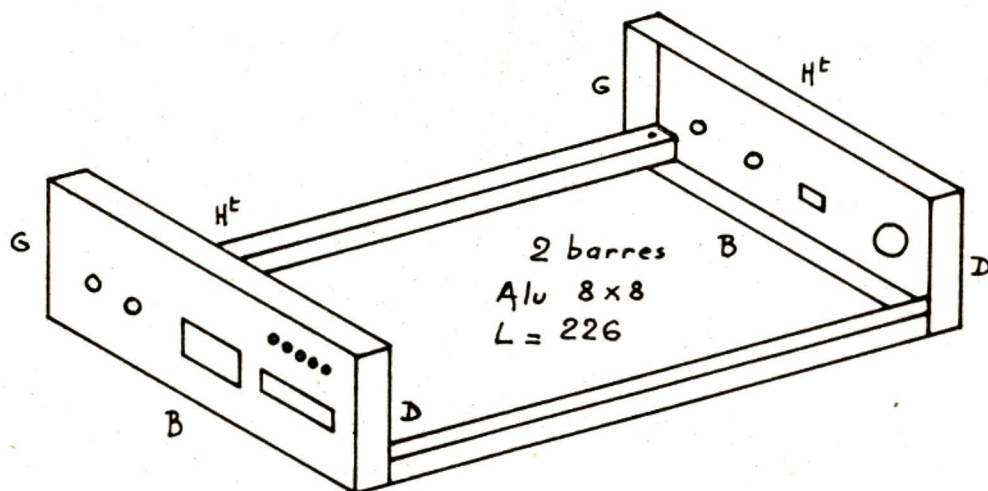

Fig. 5. — Le boîtier. Faces avant et arrière (alu 15/10). Liaisons des faces avec 2 règles.
Les deux faces sont confectionnées en tôle d'aluminium de l'épaisseur de celle qui a servi à la réalisation du DMV2. La figure 5 donne les cotes de traçage vues de l'in-
- Prendre un P₁₆ de Radiohm, à axe plastique de 4 mm. C'est un modèle courant. Toutefois la hauteur du modèle à picots pour CI est supérieure à celle du P₁₁. On pourra améliorer un peu les choses en retouchant les picots à la lime douce, de manière à ce que le prolongement de piste en bakélite vienne en appui sur P, mais même dans ces conditions, l'axe se trouve encore à 11 mm au-dessus de P, soit à $11 + 1,6 + 8 = 20,6$ mm au-dessus du rebord inférieur de la face avant (arrondis à 21 mm) au lieu des 16 mm prévus (voir figure 5). Le trou de passage doit donc être déporté vers le haut de 5 mm. On s'en accommodera !!